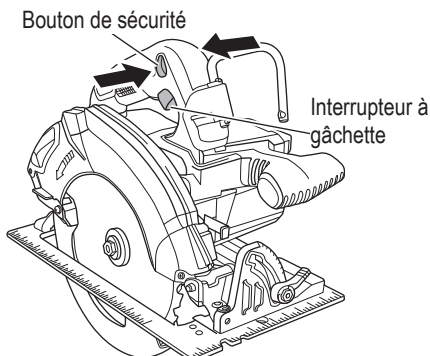

Fig. 23
5. Fonctionnement de l'interrupteur (Fig. 23)